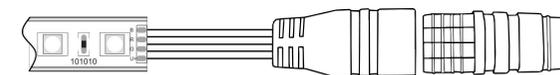

Bild 3
2. Schließen Sie das Ende des LED-Strips mithilfe der beiliegenden Stecker-Endkappe indem Sie diese in die angelötete Buchse am Ende des LED-Strips stecken (Bild 3).